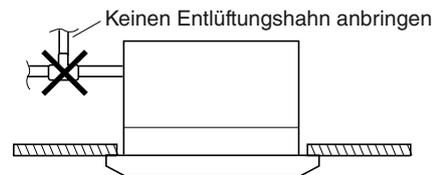

Abb. 3-27
- **Keinen Entlüftungshahn anbringen, da dies zu einem Herausspritzen von Wasser aus der Ablaufleitungsöffnung führen kann. (Abb. 3-27)**